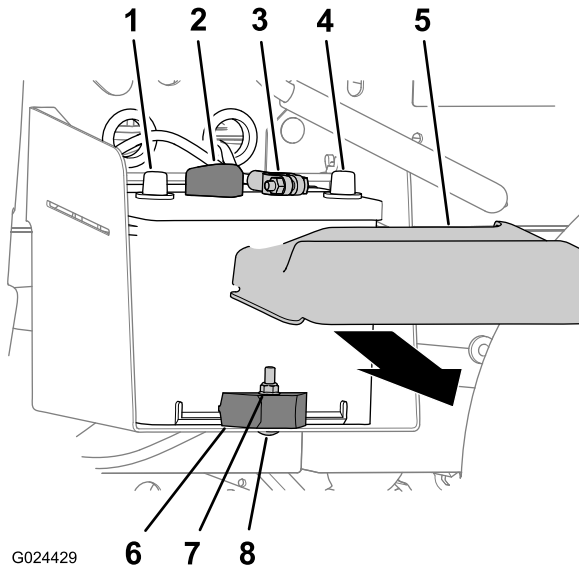

Figura 37
1. Retire la tapa de la batería de la parte superior de la batería (Figura 37).
2. Desconecte el cable positivo de la batería del borne de la batería (Figura 37).
3. Desconecte el cable negativo de la batería del borne de la batería (Figura 37).
2. Retire la contratuerca, el perno de cuello cuadrado y la abrazadera que sujetan la batería a la bandeja de la batería (Figura 37).
3. Retire la batería de su bandeja (Figura 37).
1. Alinee la batería con la bandeja de la batería de la máquina (Figura 37).
Nota: Asegúrese de que los bornes positivo y negativo de la batería están alineados según se muestra en Figura 37.
2. Sujete la batería a la bandeja de la batería con la abrazadera, el perno de cuello cuadrado y la contratuerca (Figura 37).
1. Conecte el cable negativo de la batería al borne de la batería (Figura 37).
2. Conecte el cable positivo de la batería al borne de la batería (Figura 37).
3. Instale la tapa de la batería en la parte superior de la batería (Figura 37).